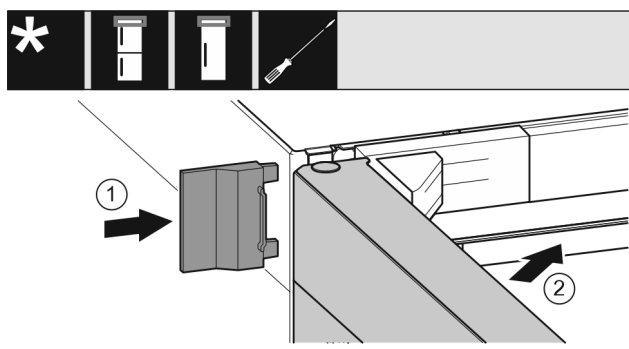

Fig. 43
- ▶ Insérer le cache extérieur Fig. 43 (1).
- ▶ Fermer la porte supérieure Fig. 43 (2).